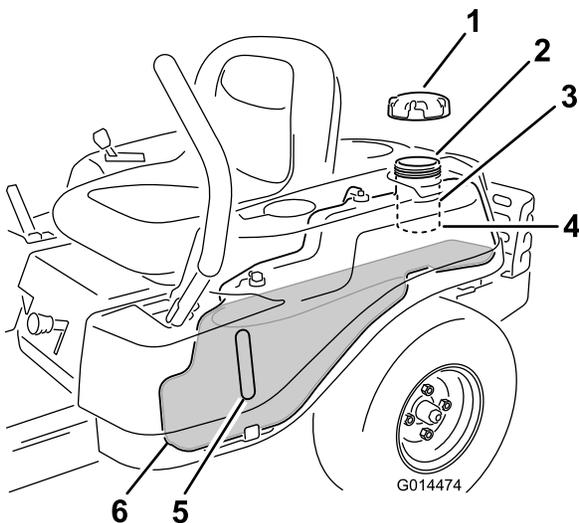

Figura 9
Nota: Puede utilizar la mirilla de combustible para verificar la presencia de gasolina antes de llenar el depósito (Figura 9).
2. **Añada gasolina sin plomo** lentamente (Figura 9) hasta que el combustible llegue a la base del cuello de llenado (4).